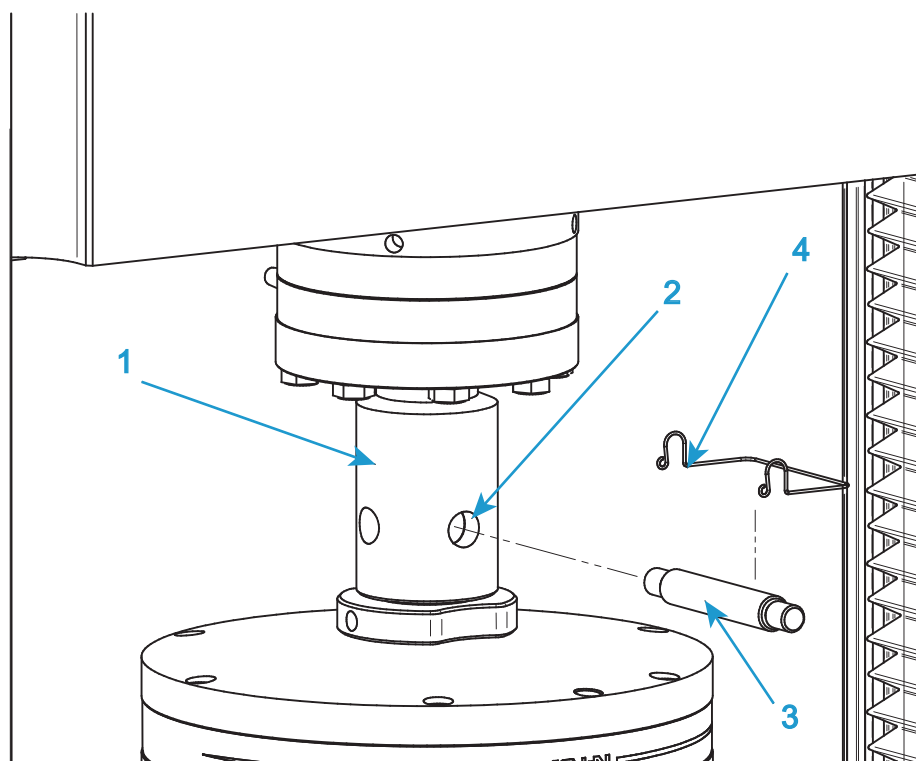

図22. 一般的なグリップの取り付け
この手順を実行するときは、92 ページの 図 22 を参照してください。
1. 上側グリップでは、グリップのアダプタをロードセル アダプタのメス クレビス ソケット (図 22 の 1) に挿入します。
2. クレビス穴 (図 22 の 2) の位置を合わせ、クレビス ピン (図 22 の 3) を穴に差し込みます。
3. クレビス ピン クリップ (図 22 の 4) でクレビスを所定の位置に固定します。